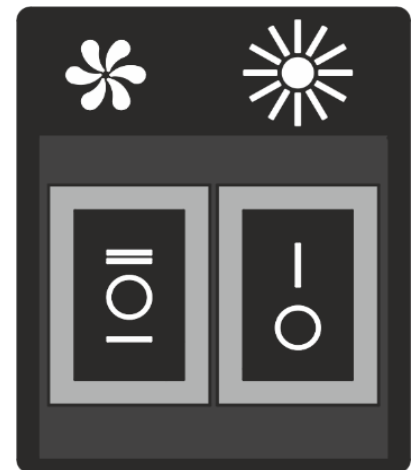

Рис. 5
7.3 На боковинах корпуса размещен клавишный переключатель режимов работы и включения ламп освещения (рис.5).